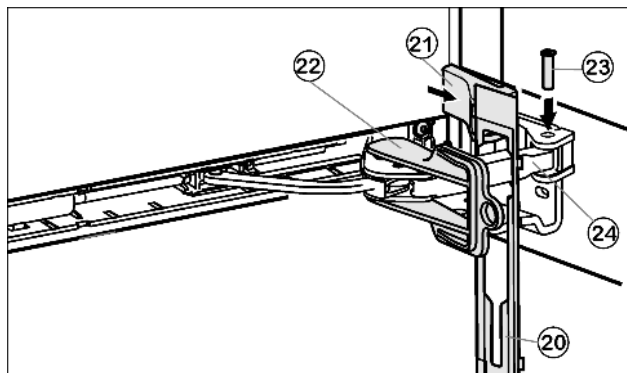

Fig. 16
- ▶ Навесьте накладку *Fig. 16 (20)* на амортизационную скобу таким образом, чтобы передние защелки показывали вперёд, а передняя сторона была направлена к устройству.
- ▶ Притяните амортизационную скобу *Fig. 16 (24)* к опорной детали и сверху вставьте палец *Fig. 16 (23)* таким образом, чтобы квадратная головка сидела в углублении.
- ▶ Установите и защелкните крышку *Fig. 16 (21)*.
- ▶ Выкрутите фиксатор *Fig. 16 (22)*.
- ▶ Защелкните накладку *Fig. 16 (20)* на дверце.